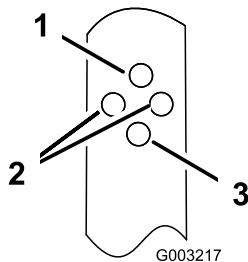

Figura 16
- Inserite il bullone nel foro di ogni staffa della stegola, in modo da regolare quest'ultima nella posizione desiderata (Figura 16).